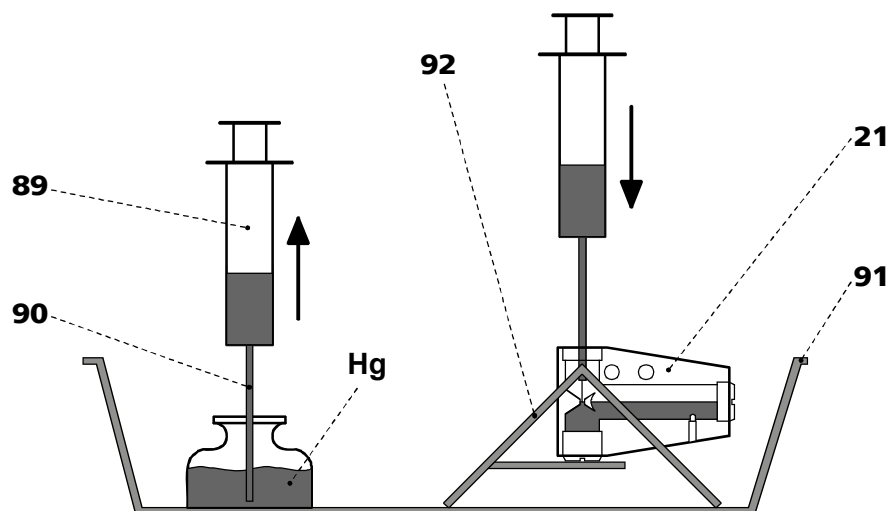
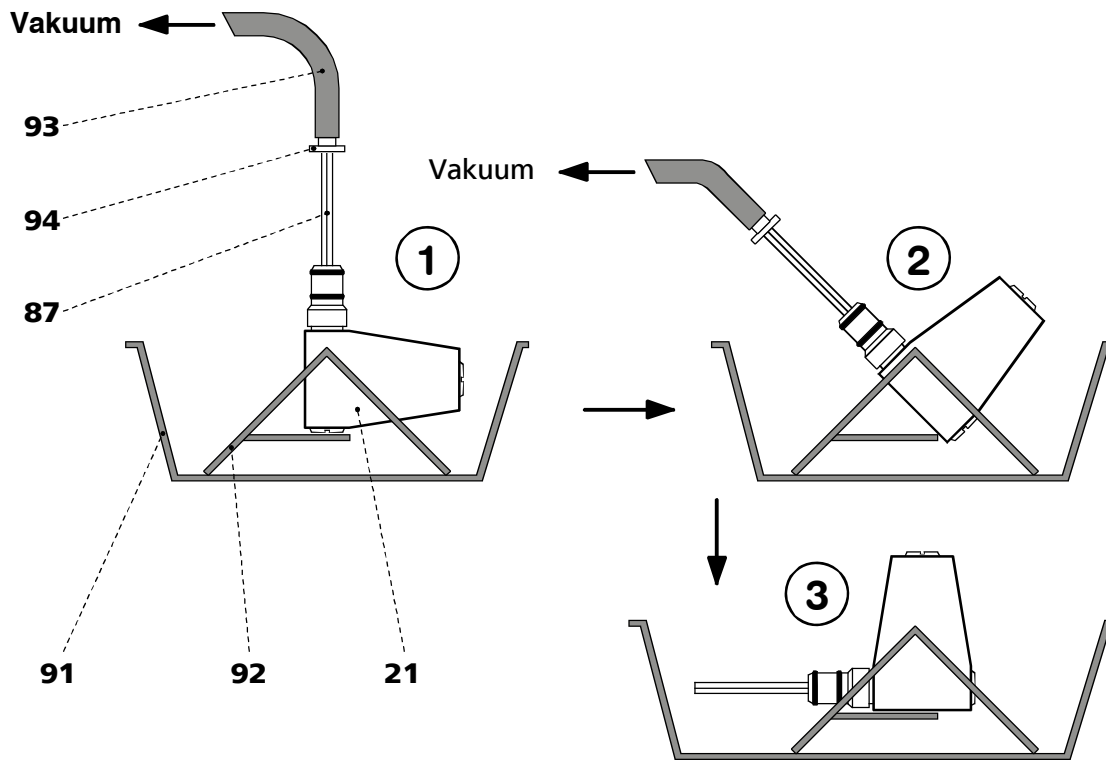

Abb. 9: Einfüllen des Quecksilbers
Abb. 11: Füllen der Kapillare
Alle Manipulationen an der Elektrode und an Quecksilbergefäßen müssen in oder über der mitgelieferten Auffangwanne **91** ausgeführt werden (siehe Abb. 9 - Abb. 11).
- Multi-Mode-Elektrode **21** mit der Kapillar-Öffnung nach oben in den Elektrodenhalter **92** stellen (siehe Abb. 9).